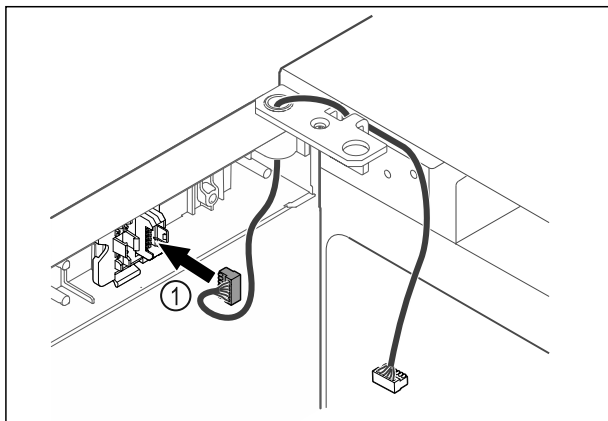

Fig. 45
- ▶ Sätt in kontakten Fig. 45 [1] i kontakthållaren.